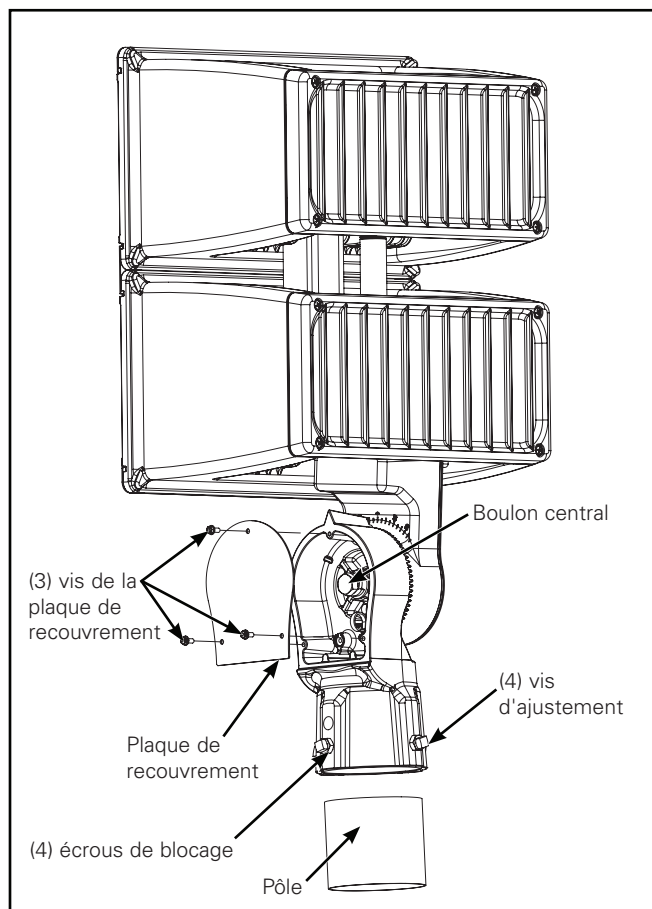

Figure 2
Montage sur splitfitter (Figure 2).
2. Retirez (3) vis de plaque de recouvrement et la plaque de recouvrement avec un tournevis cruciforme n° 2. (Figure 2).
- Desserrez (4) vis d'ajustement et faites glisser le splitfitter à l'intérieur du pôle ou du support de montage.
- Fixez le luminaire dans la position souhaitée et serrez (4) vis d'ajustement à un couple de 13,6 Nm (10 pi-lb). (Figure 2.)
- Serrez les écrous de blocage à 20,3 Nm (15 pi-lb). (Figure 2.)